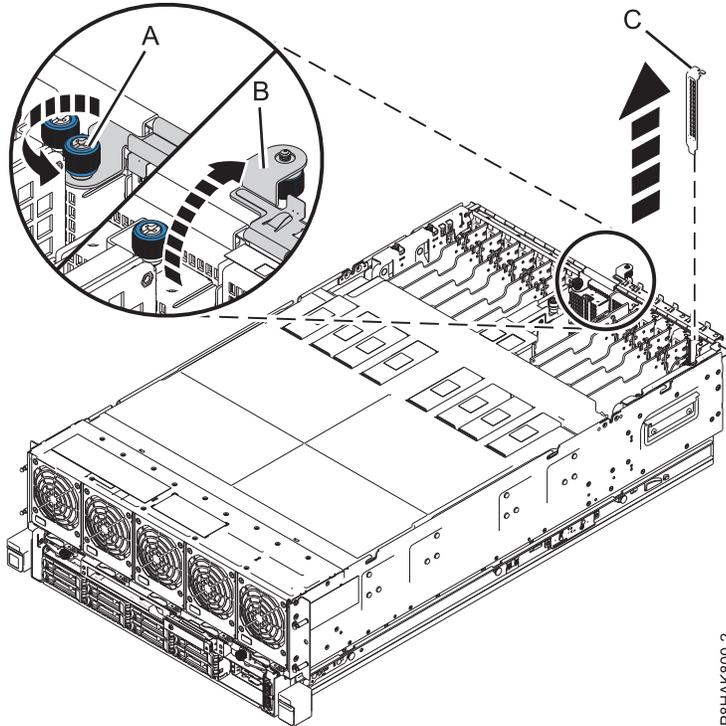

Figura 11. Extracción de una placa de relleno de una ranura adaptador PCIe en el sistema 8408-44E o 8408-E8E
- a. Desatornille el tornillo cautivo de la pieza de sujeción de retención de E/S hasta que esté completamente aflojado. Consulte (A) en la Figura 11 en la página 18.
- b. Abra la pieza de sujeción de retención de E/S haciéndola girar hacia arriba y sacándola del sistema. Consulte (B) en la Figura 11 en la página 18.
- c. Para extraer el relleno, sostenga con cuidado el relleno (C) por el borde superior o la contrapunta, y extráigalo del sistema. Consulte la Figura 11 en la página 18.